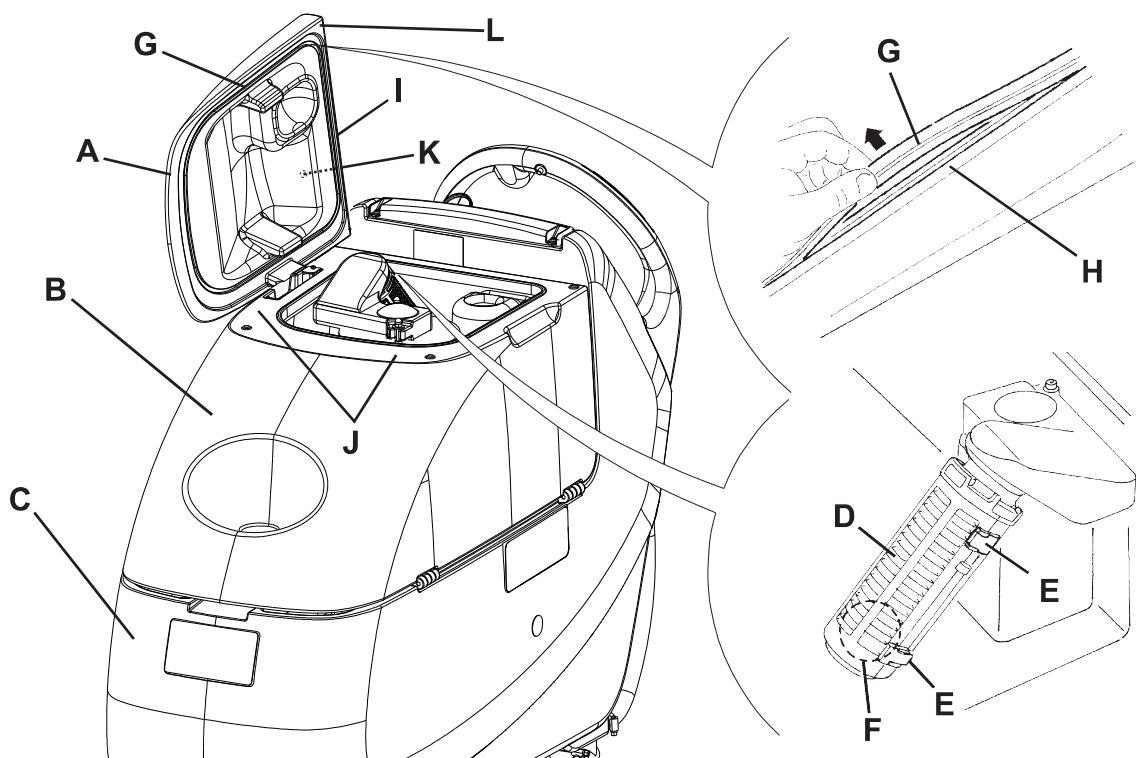

Abbildung 6
2. Zündschlüssel (80) in Stellung 0 drehen.
3. Den Deckel (A, Abb. 6) in der Waschposition (L) bringen.
4. Den Deckel (A), die Tanks (B und C) und das Ansauggitter mit automatischem Schwimmverschluss (D) mit klarem Wasser reinigen und waschen.